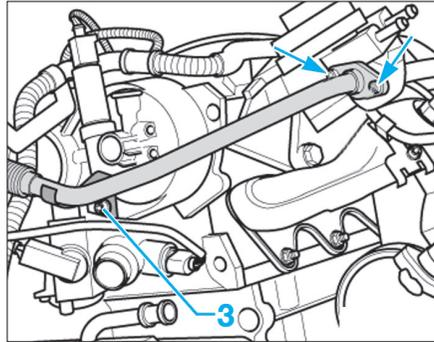

Fig. 55
- Déposer le tuyau de recyclage des gaz d'échappement (3) (Fig.55).